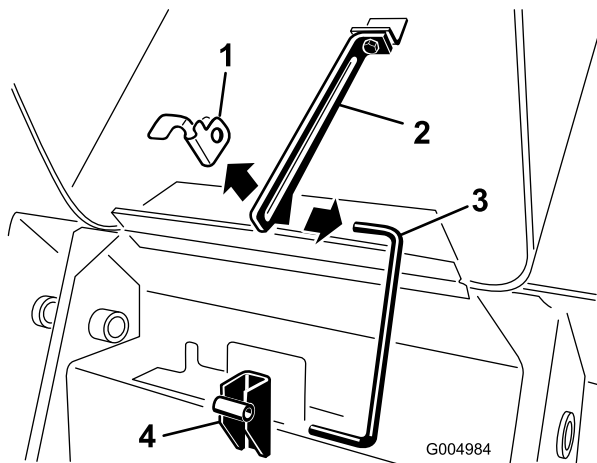

Figure 36
3. Sortez la goupille fendue du bas de la béquille de capot et sortez la béquille des supports de retenue et de la languette (Figure 36).
- Placez la béquille dans les supports de retenue et la languette, et fixez-la en place avec la goupille fendue (Figure 36).